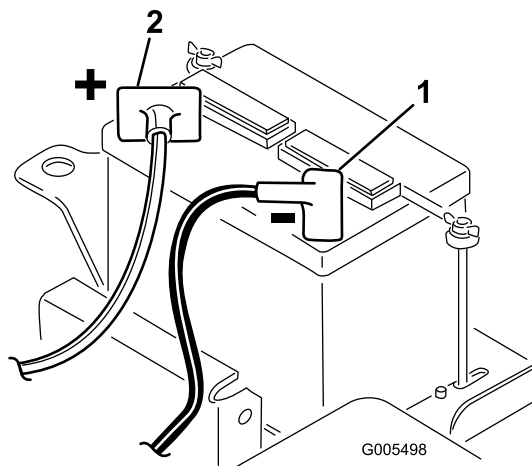

Figura 5
2. Collegate il cavo positivo (rosso) della batteria dal solenoide di avviamento al polo positivo (+) della batteria (Figura 5). Fissatelo saldamente con una chiave e spalmate della vaselina sul morsetto. Verificate che il cavo non tocchi il sedile quando è arretrato al massimo, diversamente il cavo si consumerebbe e potrebbe danneggiarsi.